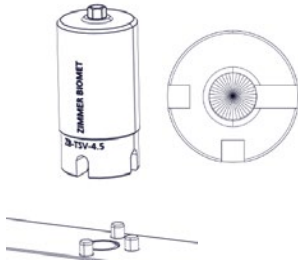

Figura 4.
- × I grezzi per abutment prefresati hanno tre intagli che servono da orientamento. Orientare gli intagli del grezzo ai tre perni sul supporto (*figura 4*).